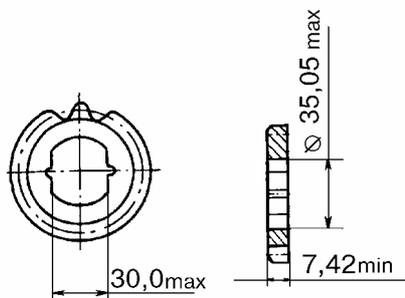

Рис.11. Ведущая шестерня 2108-1011045.
3.2.7 Ведущая шестерня **2108-1011045** (рис.11).